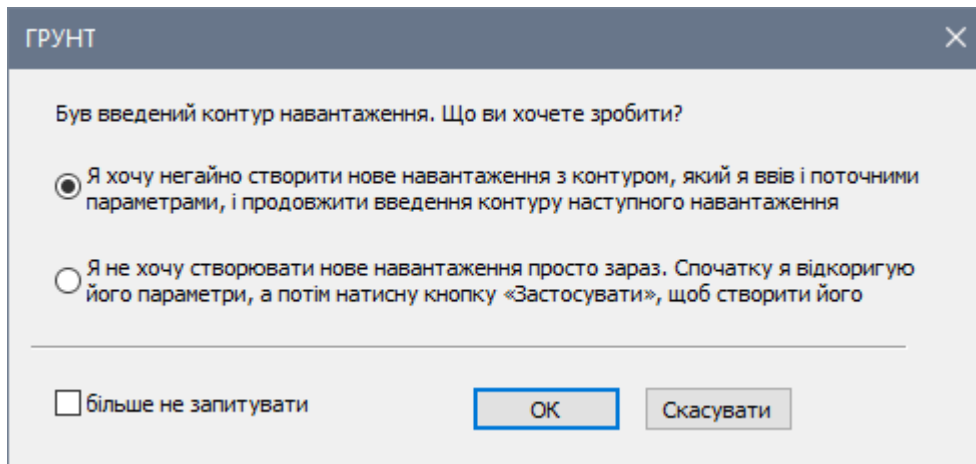

Рис. 9.24. Діалогове вікно ГРУНТ
- В діалоговому вікні **ГРУНТ**, що з'явилося (рис. 9.24), при увімкненій радіо-кнопці **Я хочу негайно створити нове навантаження з контуром...** натисніть на кнопку **ОК**.